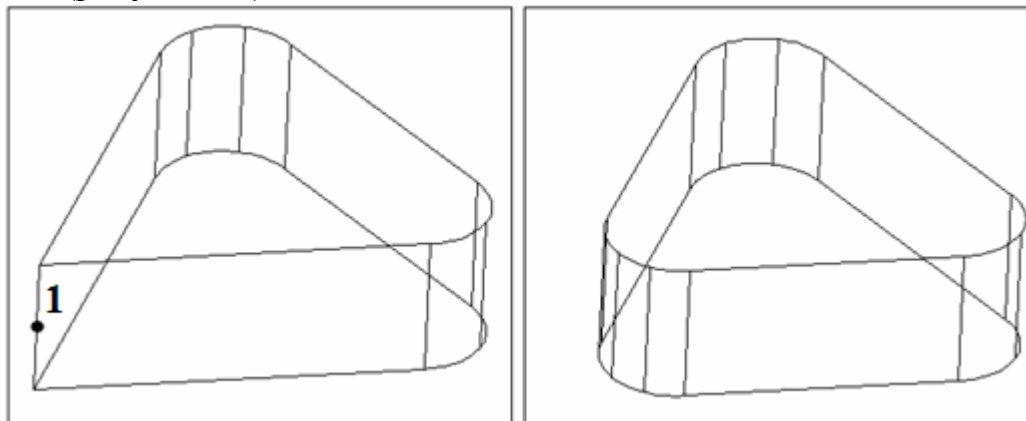

Рисунок 39 - К заданию 3.2.16
3.2.16 Создать трехмерный объект и удалить грань, содержащую ребро с точкой 1 (рисунок 39).